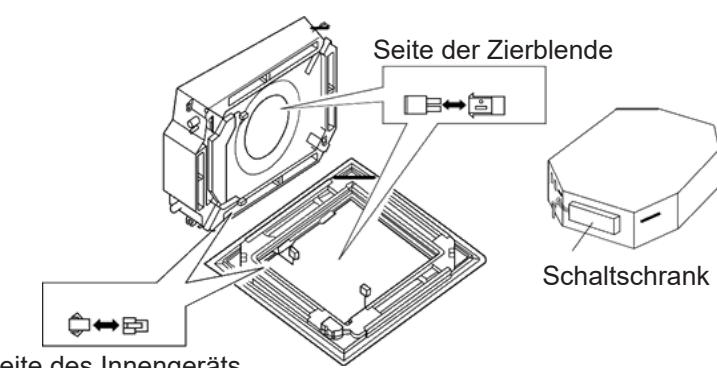

Abb.3
a.Verbinden Sie sie mit dem Stecker des Windabweiser-Merkabkabels auf der Zierblende Abb. 3